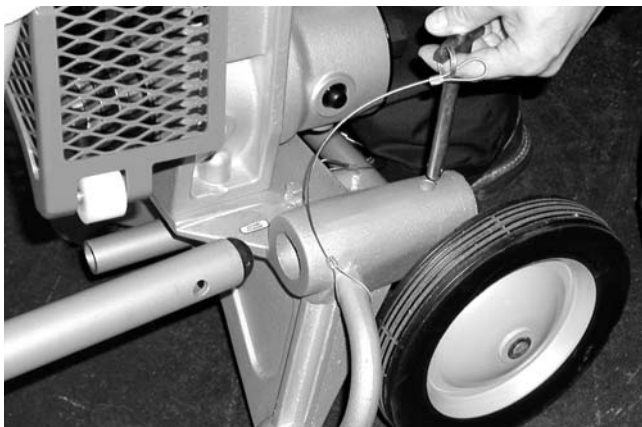

Figura 25 – Acoplamiento de las patas de soporte
3. Meta las patas de soporte de la Ranuradora en la base e introduzca las clavijas de enganche (Figura 25). Las patas pueden usarse como mangos para empujar el carro de la Ranuradora a la zona de trabajo.